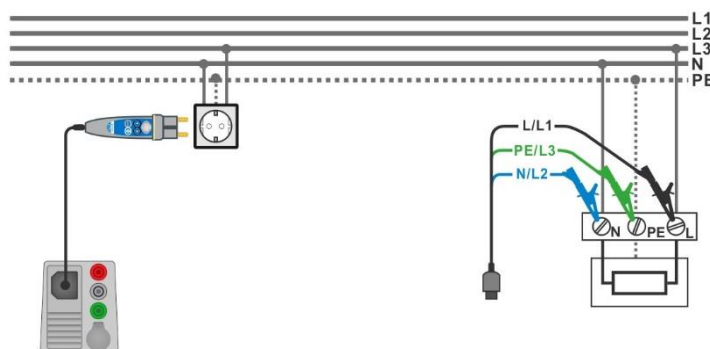

Fig. 4.97: Anslutning med Plug commander och 3-ledar testledningar
- › Anslut 3-ledar testledn. eller Plug commander till objektet som skall testas, se **Fig. 4.97**